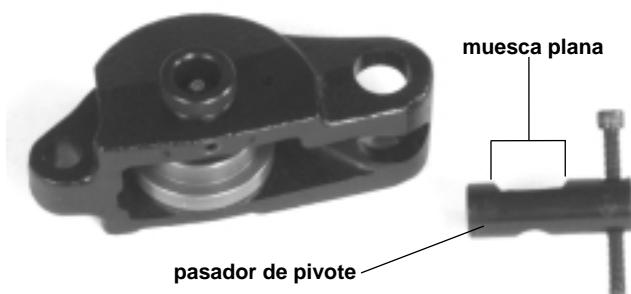

Figura 19 – Posición correcta del pasador de pivote
8. Meta el pasador de pivote en el brazo de reacción y verifique que la muesca plana del pasador apunte hacia arriba para que pueda acoger tanto a la arandela como a la cabeza del tornillo de alimentación (*Figura 19*).